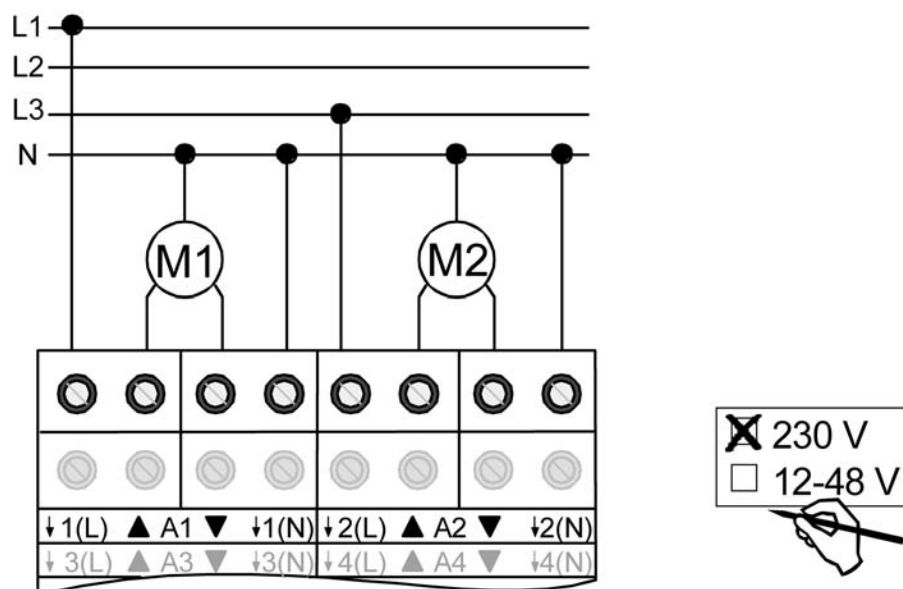

Bild 5: Elektrischer Anschluss für 230 V-Antriebsmotoren bei automatischer Endlagenerkennung
- Antriebsmotoren gemäß Anschluss-Beispiel anschließen (Bild 5).